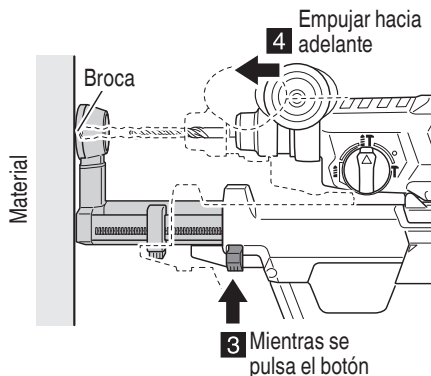

Fig. 12
- (3) Mientras presiona el botón de ajuste de la boquilla en la dirección de la flecha, presione la herramienta hacia el material, permitiendo que la posición de la boquilla se acorte hasta que alcance la posición en la que la broca entra en contacto con el material. (Fig. 12)